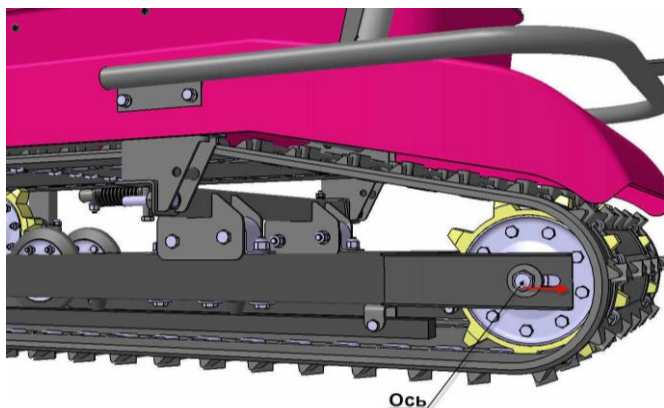

Рис.9
- 7.5.2 Ослабить крепление осей направляющих звездочек гусеницы. Передвинуть обе звездочки в направлении назад на одинаковое расстояние. Закрепить оси (Рис.9).